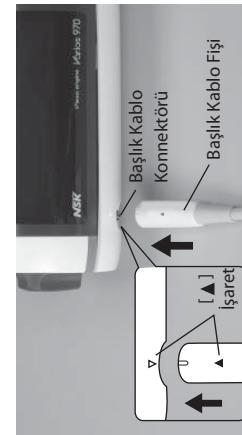

Fig.8
(3) Başlık Kablo Bağlantısı
- Başlık kablosunu fışını kontrol ünitesi üzerindeki [▲] işaret üstte olacak şekilde takınız. Ters takmamayınız. (Fig.8)